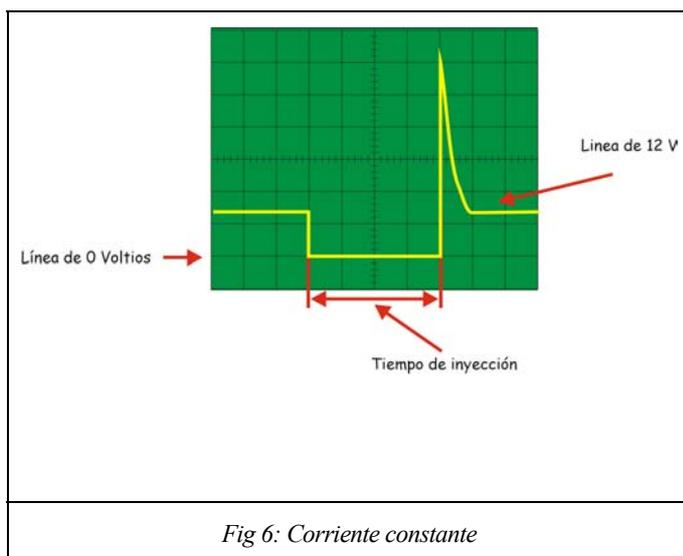

Fig 6: Corriente constante
- **Corriente constante:** (Fig. 6)